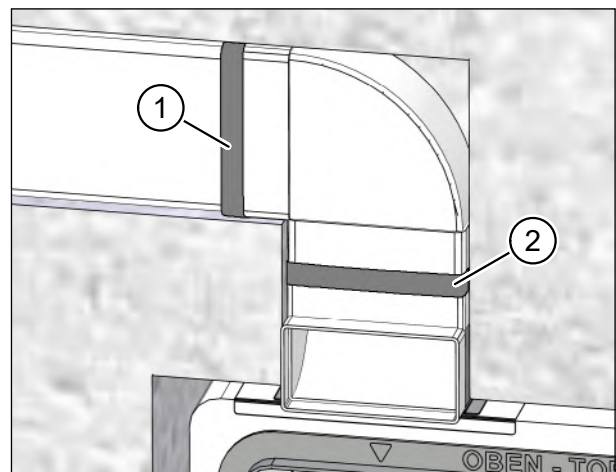

Abb. 27: Flachkanalverbindung mit Dichtband fixieren
- ▶ Setzen Sie einzelne Flachkanalelemente zu Teilstücken zusammen und dichten Sie jede Verbindungsstelle mit einer Lage Dichtband von 30 mm Breite ab (Pos. 1 in Abb. 27).
- ▶ Setzen Sie das erste Teilstück des Flachkanals in den 90°-Winkel am Mauerkasten ein und dichten Sie die Verbindungsstelle mit Dichtband ab (Pos. 2 in Abb. 27).